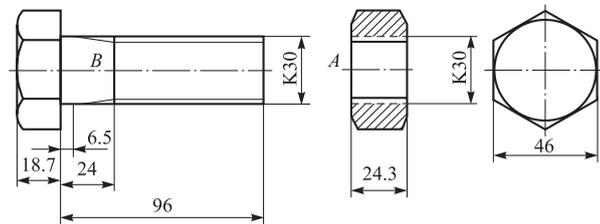

图 2-94 螺栓、螺母原图
① 定义图块名称。如在“名称”下拉列表框中选择“螺母”选项。
② 确定图块插入时基点。单击“拾取点”按钮，选择螺母左端面与轴线的交点 A 作为插入块的参考点，如图 2-94 所示。
③ 选择定义块对象。单击“选择对象”按钮，选择要作为块的全体图形。
④ 单击“确定”按钮，完成“螺母”的块定义，它将保存在当前图形文件中。
拾取被插入的图形中一点，如图 2-94 所示的螺栓中的点 B ，则点 B 即为与图块基点 A 相对接的插入定位点。插入的结果如图 2-96 所示。